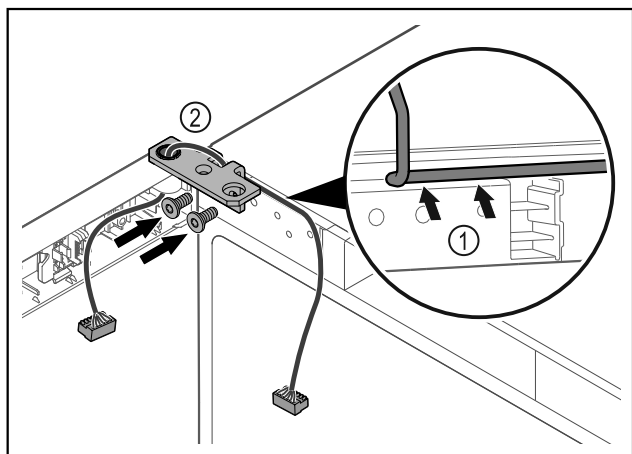

Fig. 46
- ▶ Vezesse át a kábelt a csuklópánton lévő nyíláson, majd óvatosan fektesse le Fig. 46 (1).
- ▶ Csavarozza fel a csuklópántot Fig. 46 (2).